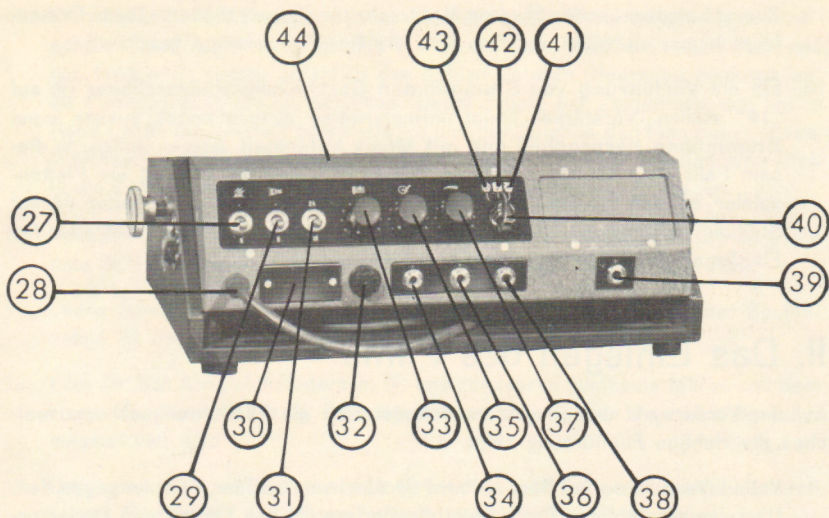
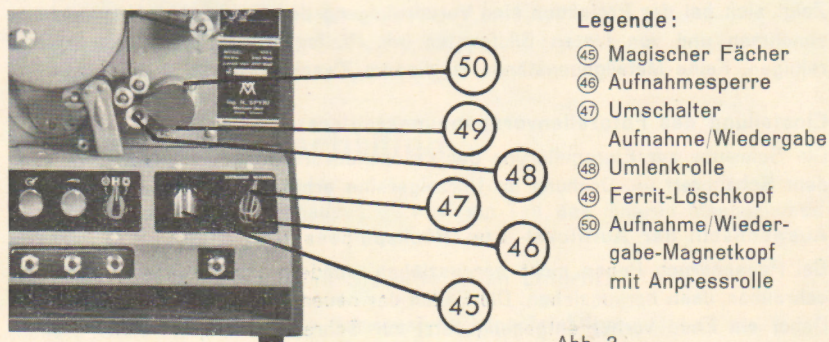

Abb. 2
Abb. 3
Bezeichnungsnummern ③④ bis ④④ siehe Abb. 2, höhere Nummern Abb. 3)